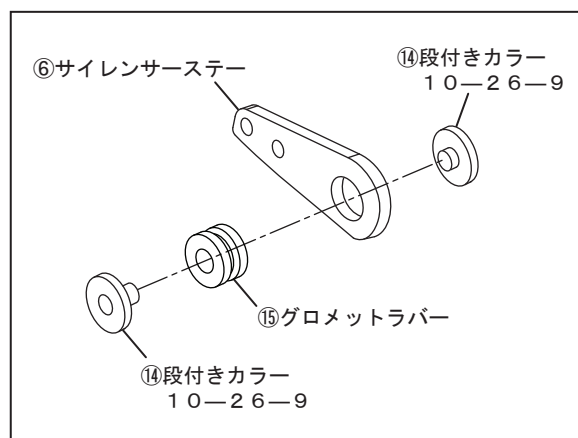

FIG. 8
6. ⑭段付きカラー10-26-9、⑮グロメットラバーを⑥サイレンサーステーに取り付けて下さい。次に、③サイレンサーバンドに④サイレンサーバンド用スペーサーラバーを取り付けてから②サイレンサーに通し、サイレンサーカバー前端から64mmの位置を目安に③サイレンサーバンド前端を合せて⑦ボタンボルトM6×15、⑨SUSワッシャM6×13、⑫フランジナットM6を使用して、⑥サイレンサーステーを仮締めして下さい。(FIG. 8, 9, 10 参照)